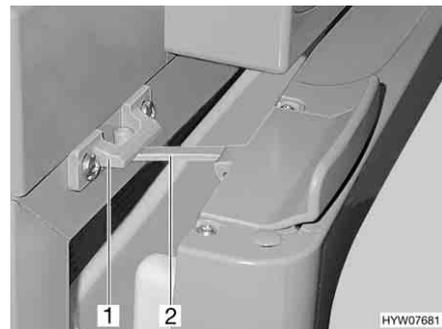

Fig. 178 Puerta del frigorífico en posición de ventilación (Thetford)
- Abrir el bloqueo (Fig. 178,2) y engatillarlo en el alojamiento del bloqueo (Fig. 178,1). De este modo, la puerta del frigorífico quedará ligeramente abierta.